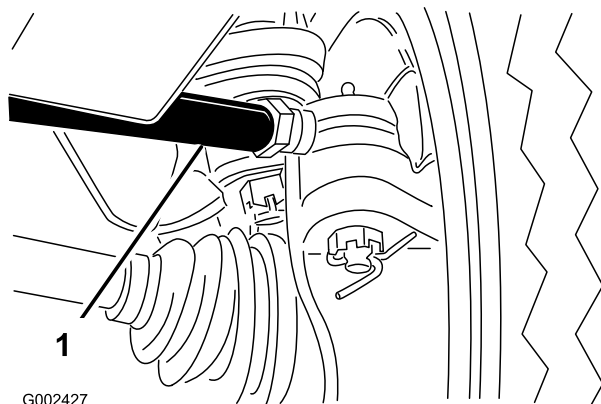

Figura 58
- Na roda esquerda da frente, desaperte as porcas em ambas as extremidades do tensor (Figura 58).